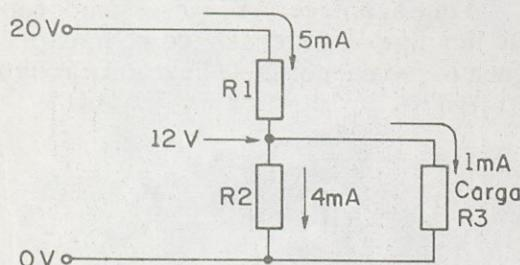

FIGURA 8
No circuito da figura 8, queremos reduzir a tensão de alimentação (V) de 20 Volts para 12V alimentando uma carga de 1 mA. Quais devem ser os valores dos demais componentes do circuito para que a corrente total seja de 5 mA?